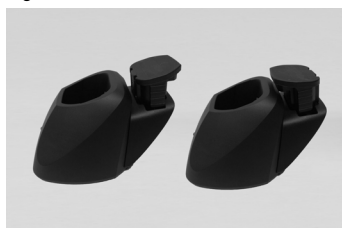

Fig. 25
1. Inserire la batteria come illustrato (Fig. 25) con i contatti rivolti verso il basso. La batteria può essere inserita orientata in entrambe le direzioni.